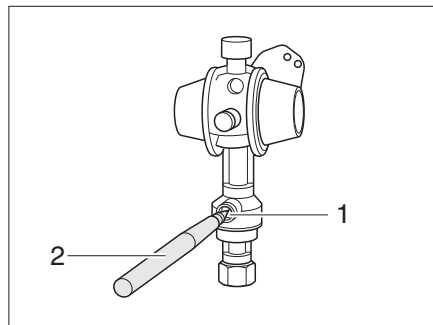

Fig. 179 Crash-Sensor
- A l'aide d'un stylet (Fig. 179,2), enfoncer le bouton de déverrouillage (Fig. 179,1) pendant plusieurs secondes.